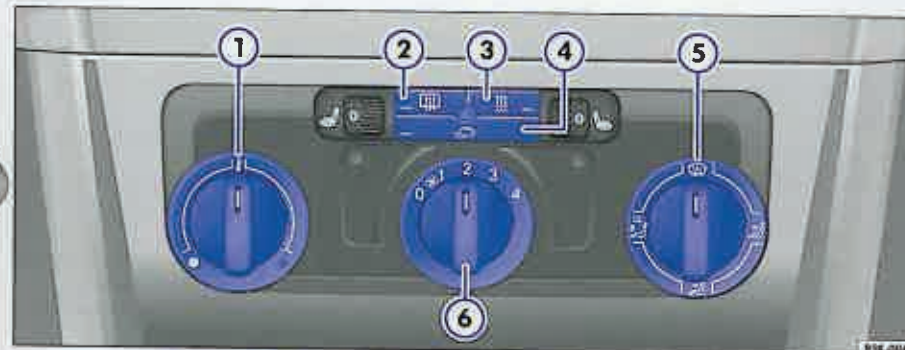

Fig. 102 În consola centrală: Elementele de comandă pentru încălzire.
– De la regulatoarele ⇒ fig. 102 ① și ⑤ și de la comutatorul ⑥ se reglează temperatura, distribuția aerului și treptele ventilatorului.
– Apăsăți tasta corespunzătoare ② - ④, pentru a activa sau dezactiva o funcție. În tastă se aprinde o lampă de control, semn că funcția respectivă este activată.
① Temperatura